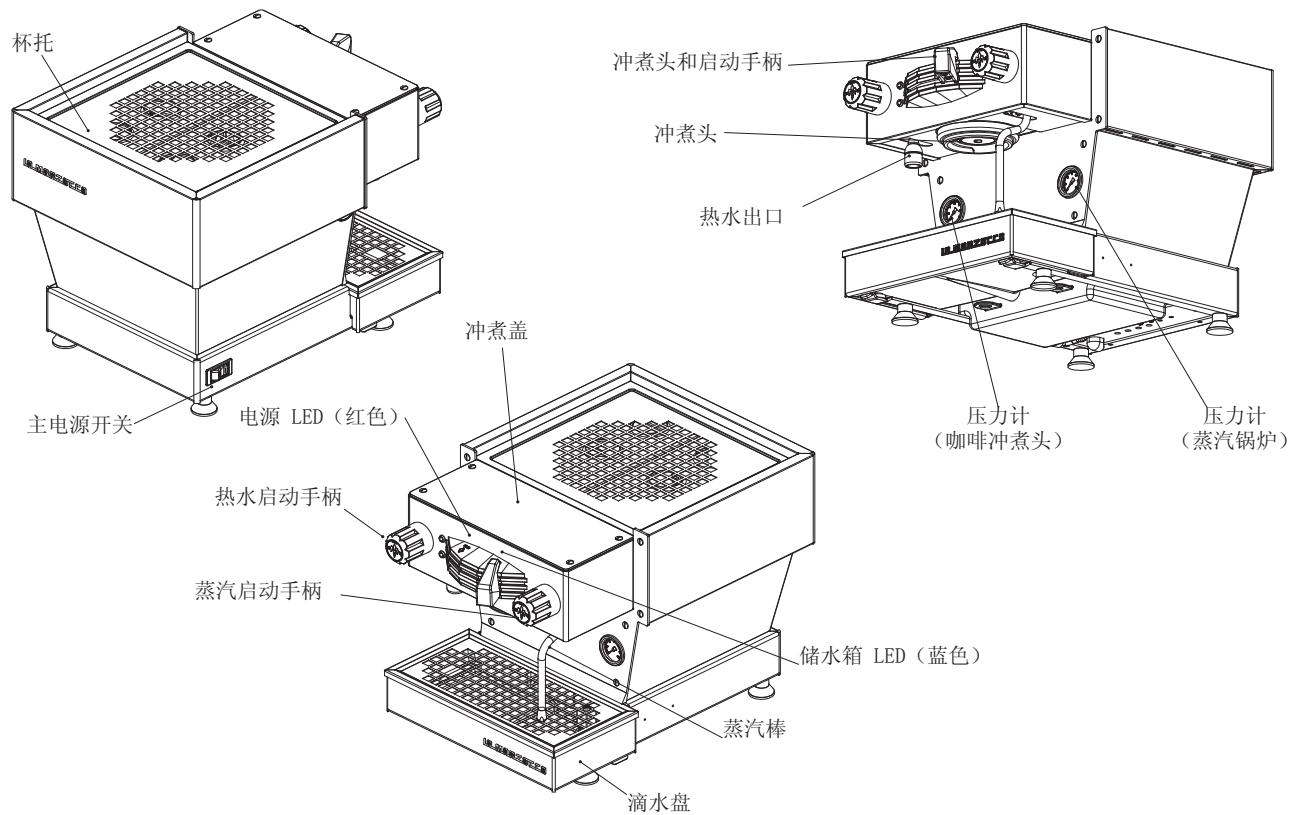

图 1 - 机器说明
2. 冲泡咖啡。现在可以取下过滤斗制作咖啡饮品。将一些研磨咖啡放在使用单篮或双篮的过滤篮中。使用随附的咖啡锤按压咖啡，然后将过滤斗安装在 linea mini 上。将桨式手柄从右向左移动开始冲泡（参阅第 8 页图 1）。
可使用热水口接热水。要打开热水，旋转左旋钮（见第 8 页图 1）。
热水可从本机左侧热水棒流出。这可通过旋转左旋钮完成（见第 8 页图 1）。